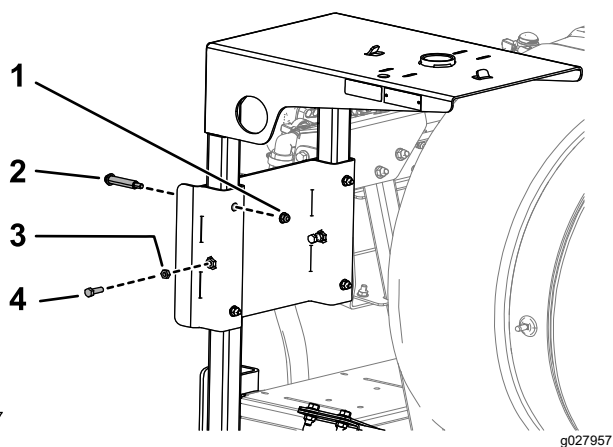

Figura 14
6. Introduzca el bastidor de la bandeja del carrito en las ranuras del soporte de la bandeja del carrito, y sujete la bandeja con 4 pernos de cuello largo, 4 tuercas con arandela prensada (5/16"-18), 2 pernos (5/16"-18 x 1"), y 2 contratuercas (5/16"-18), como se muestra en la Figura 14.